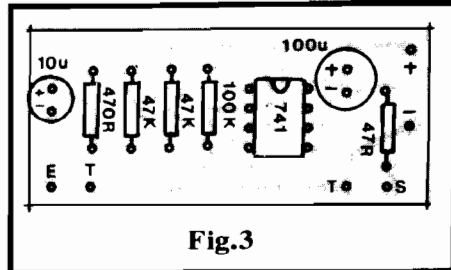

Fig.3
- FIG. 3 - "CHAPEADO" DA MONTAGEM - Agora mostrada pelo lado não cobreado, a plaquinha é vista já com todas as principais peças devidamente posicionadas, identificadas pelos seus códigos, valores, polaridades, etc. Atenção, principalmente, ao posicionamento do Integrado (extremidade marcada nitidamente indicada) e polaridades dos dois capacitores eletrolíticos (a "perna" mais longa é o terminal **positivo**, além da dita polaridade, costumeiramente, vir marcada sobre o próprio corpo dos componentes...). Cuidado, ainda, para não trocar valores/posições dos 5 resistores... Ao iniciante, recomendamos que durante a fase de inserção das peças e respectiva soldagem, sejam consultados os encartes permanentes de APE: INSTRUÇÕES GERAIS PARA AS MONTAGENS e TABELÃO... Nesses importantes anexos de APE o Leitor "começante" encontra sempre essenciais informações, dicas e explicações sobre a boa técnica de montagem e identificação de peças, polaridades, códigos, valores, etc. Apenas depois de tudo muito bem conferido, as "sobras" de terminais deverão ser "amputadas" (com alicate de corte, pelo lado cobreado da placa...). Notem